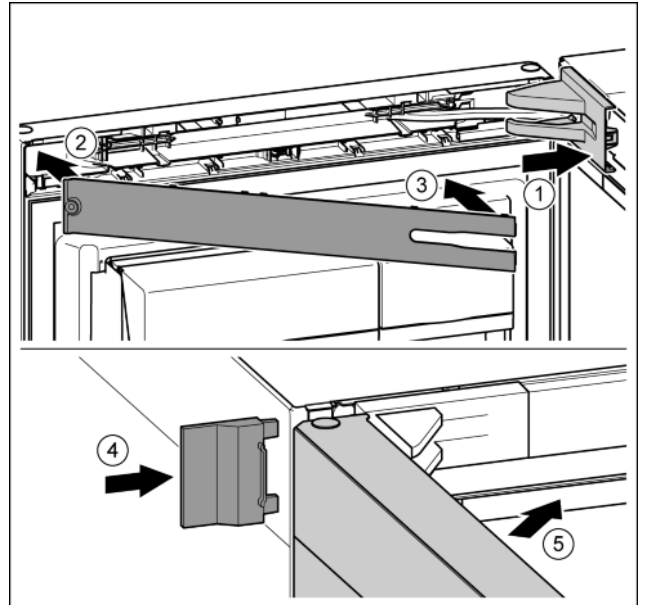

Fig. 22
- ▶ Встановіть та зафіксуйте кришку опорного кронштейна, у разі необхідності — обережно розтисніть. Fig. 22 (1)
- ▶ Встановіть накладку. Fig. 22 (2)
- ▶ Поверніть і зафіксуйте накладку. Fig. 22 (3)
- ▶ Насуньте зовнішню кришку. Fig. 22 (4)
- ▶ Закрийте верхні дверцята. Fig. 22 (5)